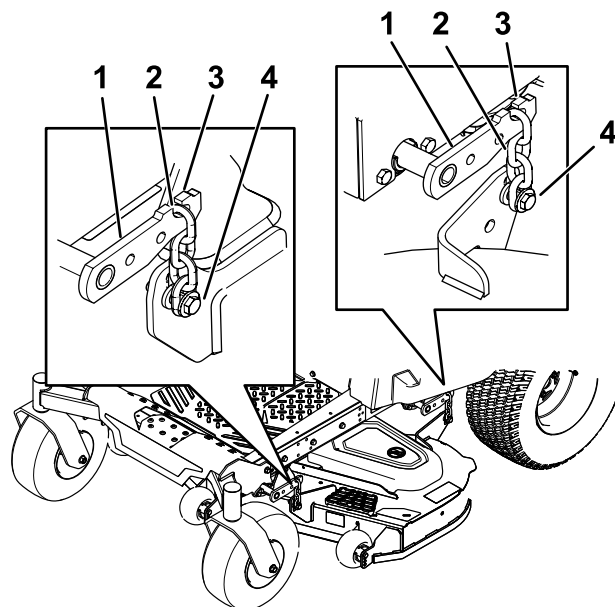

Figura 74
5. Allentate i dadi di regolazione in tutti e 4 gli angoli facendo in modo che il piatto di taglio poggi saldamente su tutti e 4 i blocchi (Figura 74).
6. Verificate che vi sia tensione in tutte e 4 le catene (Figura 74).
7. Serrate i 4 bulloni di regolazione (Figura 74).